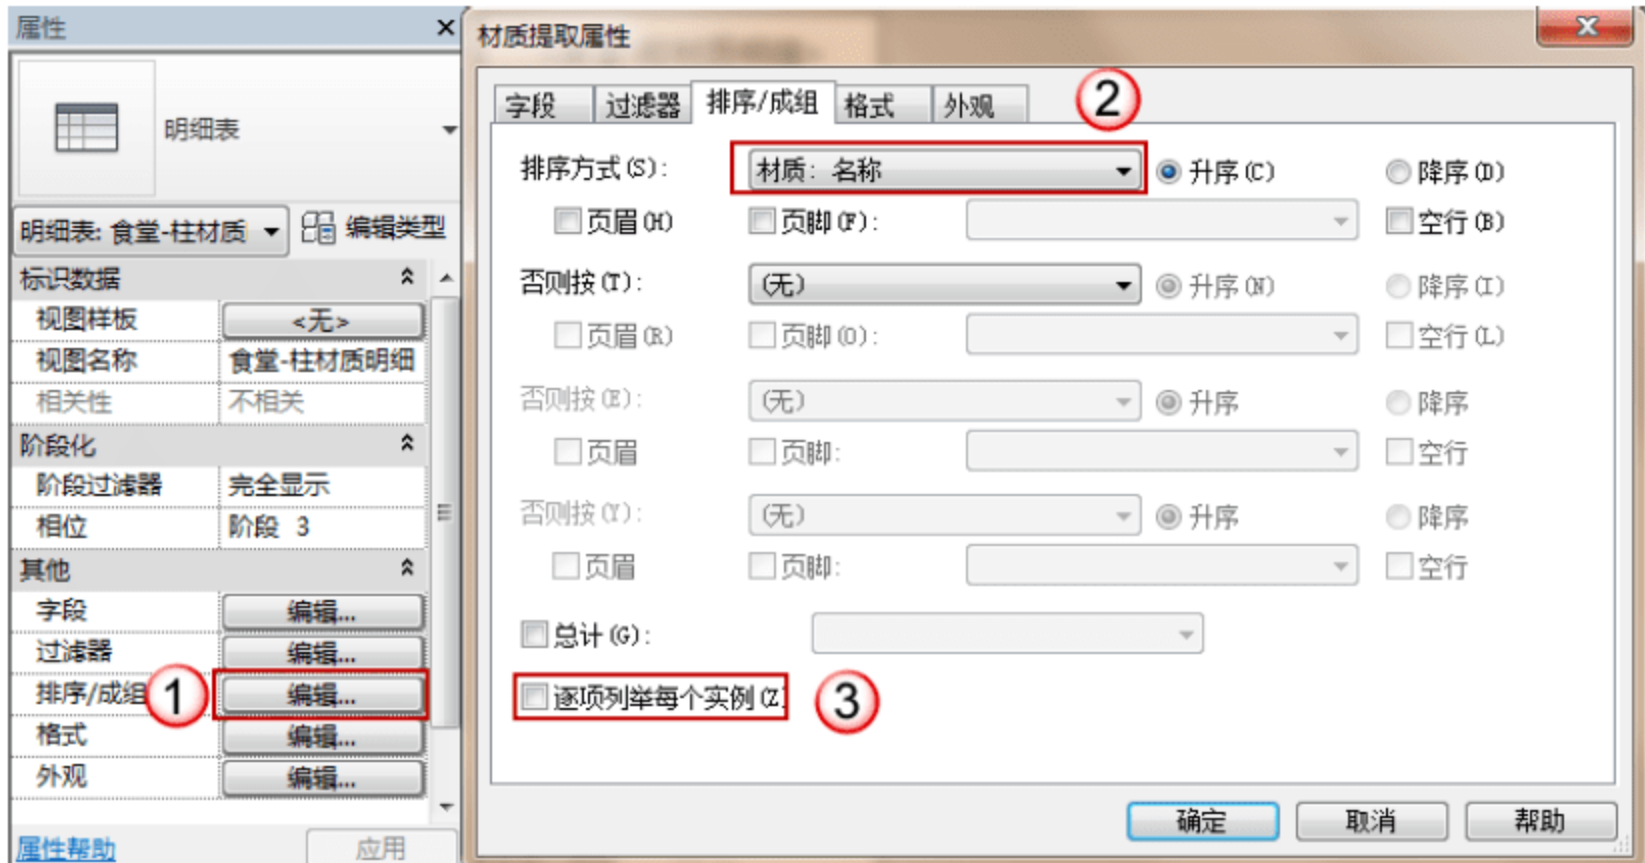

图 13.3.25 设置明细表“排序/成组”属性
(3) 设置明细表“排序/成组”。单击明细表视图“属性”面板中“排序/成组”参数后的“编辑”按钮，在弹出的“材质提取属性”对话框中，选择“排序/成组”选项卡，在其中设置排序方式为“材质：名称”；取消“逐项列举每个实例”复选框的选择，如图 13.3.25 所示。